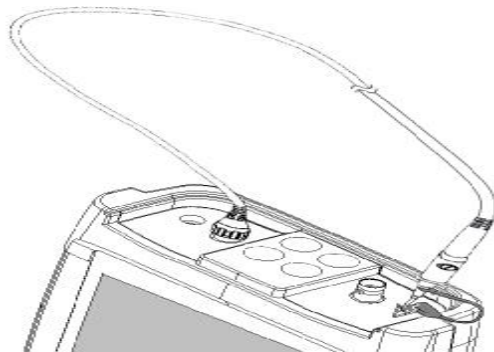

图 1-9 示波器探头连接在校准信号输出端子
③ 把探头的探针和接地夹连接到示波表的自身校准信号输出端子上如图 1-9，按 AUTO 按键，可见到 1KHz/3Vpp 方波显示，见图 1-10。以同样的方法设置 B 通道，重复步骤 1 至步骤 3。